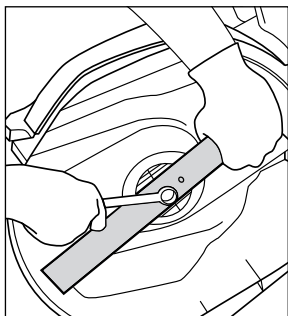

Рис. 12
3. Удерживая нож, с помощью гаечного ключа отсоедините болт крепления ножа и снимите шайбу (рис. 12).